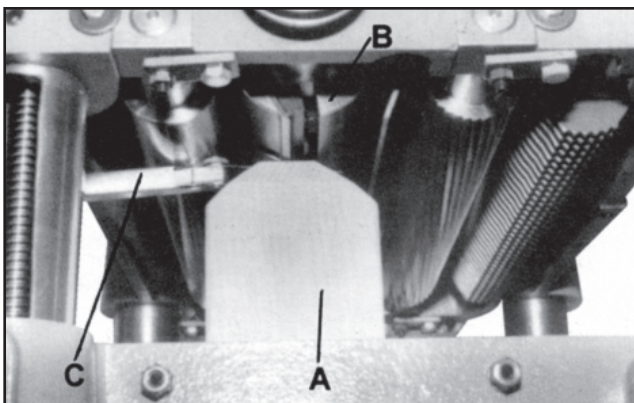

Figura 19
3. Coloque el bloque calibrador (A, fig. 19) sobre la mesa directamente debajo de la cabeza de corte (B, Figura 19).
4. Coloque una hoja calibradora de .02" (C, Figura 19) sobre el bloque calibrador y suba o baje la mesa hasta que la cuchilla apenas toque la hoja calibradora cuando la cuchilla esté en su punto más bajo. No mueva la mesa hasta que el calibrador haya sido ajustado.
3. Coloque el bloque calibrador (A, Figura 19) sobre la mesa directamente debajo de la cabeza de corte.